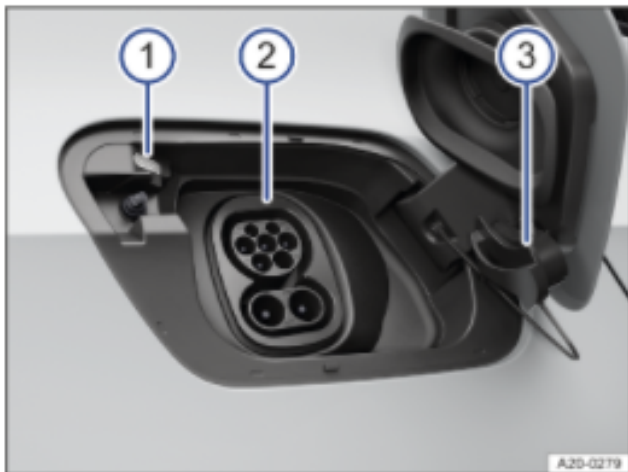

Abb. 1 Hinter der Batterieladeklappe hinten rechts: Ladedose.
- Schutzkappe abnehmen und an die Aufhängung stecken → *Abb. 1* ③.
- Ladestecker der Ladestation in die Ladedose → *Abb. 1* ② stecken.
Die LED-Leuchte (Ladevorgangsanzeige) an der Ladedose blinkt oder blitzt weiß → *Abb. 1* ① (→ *Ladevorgangsanzeige*).